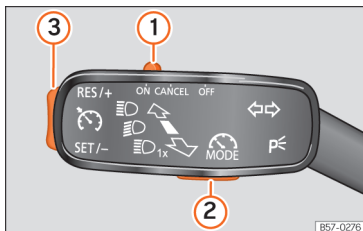
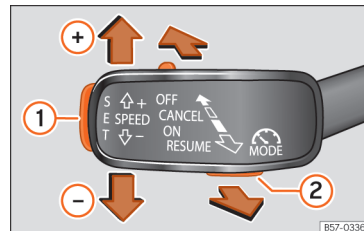

Abb. 226 Am Blinkerhebel: Tasten zur Bedienung des Geschwindigkeitsbegrenzers.
Abb. 227 Links an der Lenksäule: Tasten zur Bedienung des Geschwindigkeitsbegrenzers.
Zum Wechseln zwischen den Fahrerassistenzsystemen die Taste  » » **Abb. 226** (2) oder » » **Abb. 227** (2) drücken und anschließend mit dem Rädchen rechts im Multifunktionslenkrad im Menü Kombi-Instrument wählen und durch Drücken des Rädchens bestätigen.
- Schieben Sie den Schalter » Abb. 226 ① auf die Position **ON** und drücken Sie die Taste ②.
- Drücken Sie während der Fahrt die Taste » Abb. 226 ③ im Bereich **SET/-**.
Die Geschwindigkeit kann mit der Taste » Abb. 226 ③ eingestellt werden:
- Schieben Sie den Schalter » Abb. 226 ① auf die Position **OFF**.
Wenn Sie den Geschwindigkeitsbegrenzer – beispielsweise zum Überholen – vorübergehend deaktivieren möchten, schieben Sie den Schalter » Abb. 226 ① auf die Position **CANCEL** oder drücken Sie die Taste ②.
Nach dem Überholmanöver kann der Geschwindigkeitsbegrenzer wieder mit der zuvor gespeicherten Geschwindigkeit aktiviert werden, indem die Taste » Abb. 226 ③ im Bereich **RES/+** gedrückt wird.
- Bewegen Sie den Hebel zum Lenkrad auf die Position **ON** und drücken Sie die Taste » Abb. 227 ②.
- Drücken Sie während der Fahrt die Taste **SET** » Abb. 227 ①.
- Drücken Sie die Taste **SET** » Abb. 227 ①, um die Geschwindigkeit in kleinen Schritten von 1 km/h (1 mph) zu reduzieren.
Wenn Sie den Geschwindigkeitsbegrenzer – beispielsweise zum Überholen – vorübergehend deaktivieren möchten, schieben Sie den Hebel in Stellung **CANCEL** oder drücken Sie die Taste » Abb. 227 ②.